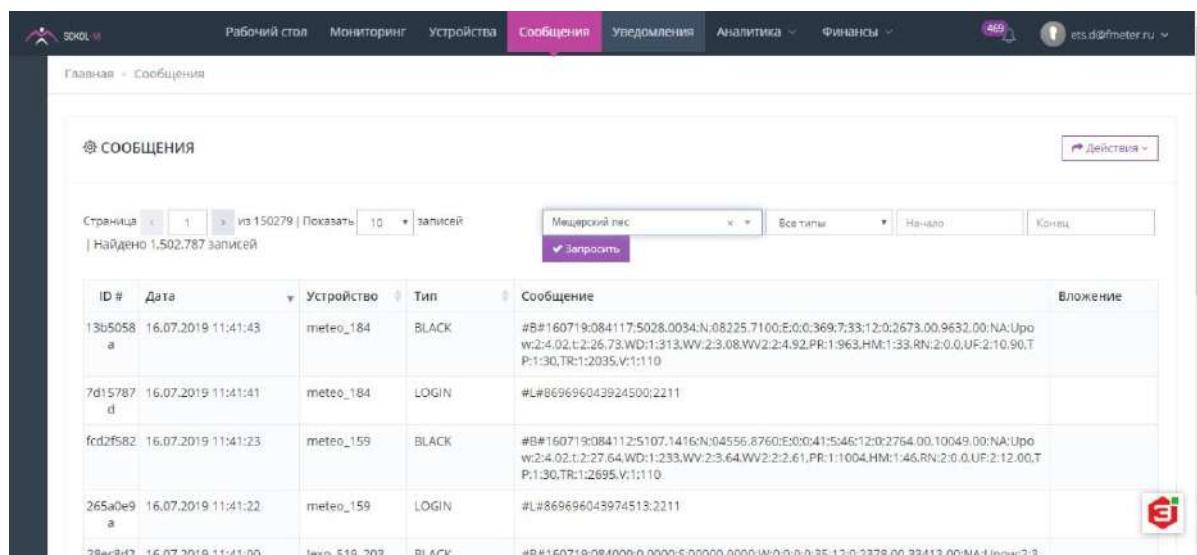

Рисунок 25 – Вкладка «СООБЩЕНИЯ»
6.12.2 После включения (см. п. 6.5) метеостанция начнет отправлять сообщения на сервер согласно установленному расписанию. Посмотреть, приходят ли сообщения на сервер sokolmeteo.com от конкретной метеостанции, можно во вкладке «сообщения» (рис. 25). Если данные приходят, то станция в рабочем режиме и дальнейшая настройка не требуется. Станция передает сообщения на сервер не мгновенно, а спустя некоторое время после включения. Сообщение типа “LOGIN” приходит после регистрации в сети GSM в среднем спустя 20 ÷ 30 с после включения. Само сообщение с данными “BLACK” приходит через 2 минуты после включения при отсутствии GPS, а в случае устойчивого приема сигнала GPS сразу же после сообщения “LOGIN”. Сообщения с фотографией “WITH BINARY DATA” приходит раз в сутки при установленной камере.